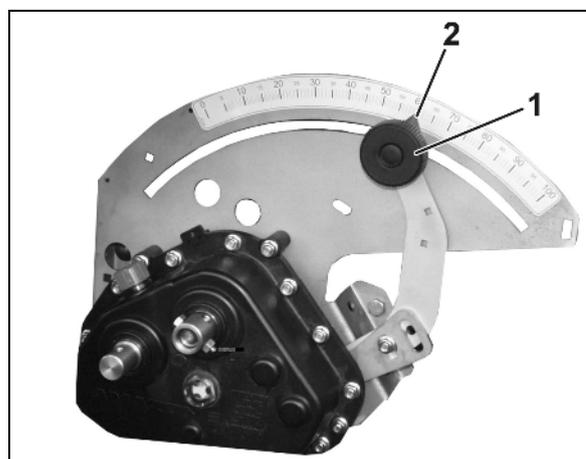

Fig. 98
5. Desserrez le bouton de blocage (Fig. 98/1) du levier du réglage du boîtier.
6. Positionnez l'aiguille du levier de réglage du boîtier (Fig. 98/2) sur l'une des positions ci-après :
7. Serrez le bouton de blocage (Fig. 98/1).